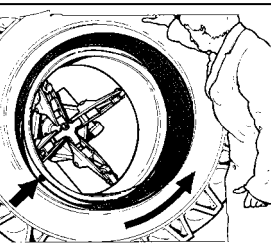

Fig.50
10. Place the hook tool as in Fig.50. The edge of the hook should be about 2-3 cm (1") away radially from the rim edge and about 2-3 cm (1") to the outside.
10. Positionner le crochet comme le montre la Fig.50. La pointe du crochet doit être à 2-3 cm (1") de distance du bord de la jante et à 2-3 cm (1") environ de l'extérieur.